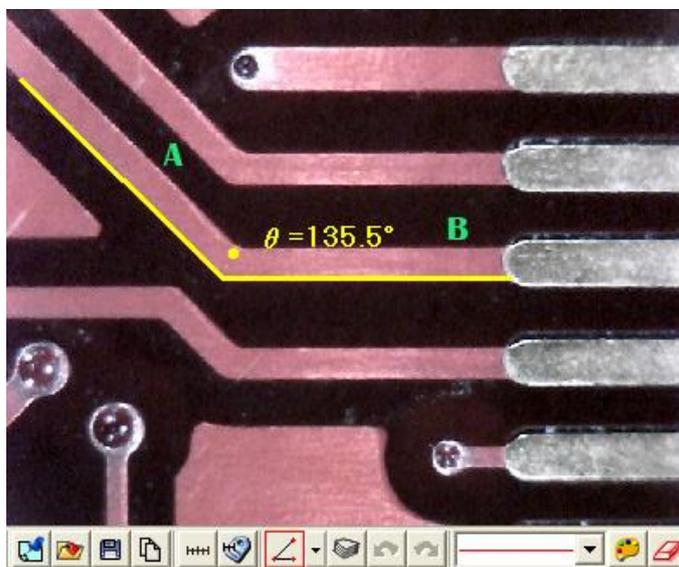

図 5-70 角度を計測する場合
- (7) 三点の角度：角を計測する場合には、「三点の角度」をクリックして下さい。角度がある被写体の A 辺の 1 点を選び A 辺 B 辺の頂点までドラッグし、B 辺の 1 点をクリック。図 5-70 角度  $\theta = 135.5^\circ$  となります。